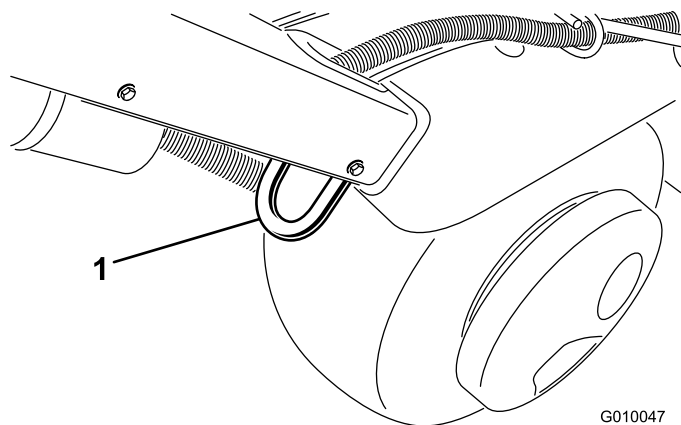
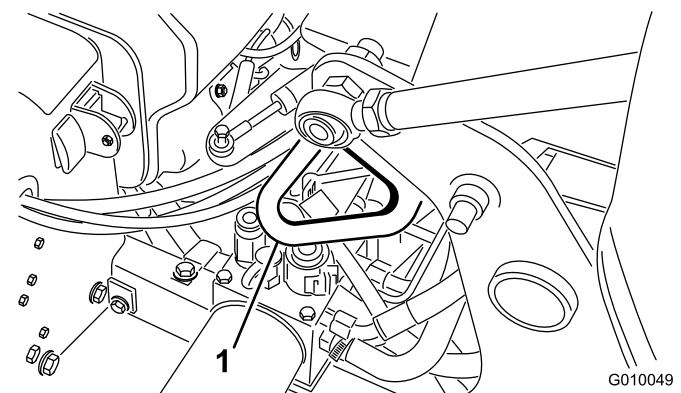

図 32
図 34
3. 機体についているロープ掛けポイント（図 32～図 34）を使い、チェーンやロープなどでしっかりと固定する。